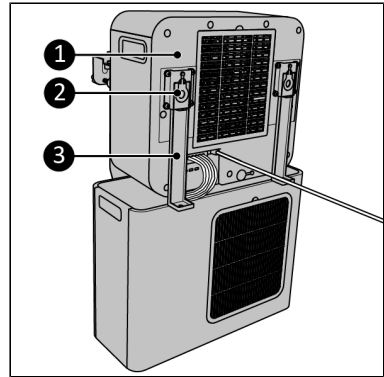

Abbildung 51.
6. Befestigen Sie die oberen Caravan-Halterungen (Abbildung 51, Pos. 3) am Innengerät (Abbildung 51, Pos. 1) mithilfe der Gummihaken (Abbildung 51, Pos. 2).